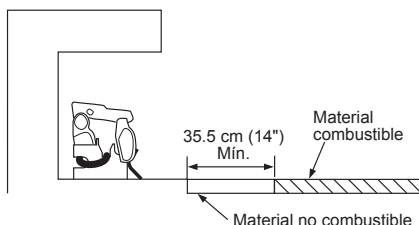

Figura 8 - Distancias mínimas de la chimenea cuando se instala a nivel del suelo
- Quando instale el calentador a nivel del suelo, debe dejar una distancia mínima de 35.5 cm (14") hacia los materiales combustibles (consulte la figura 8).